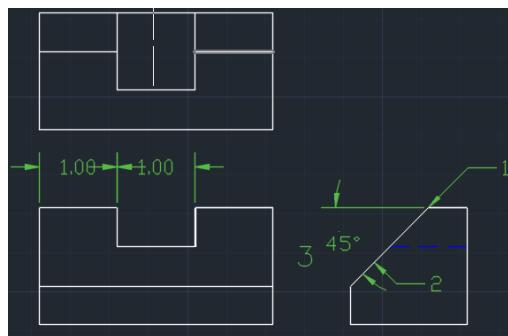

Figura 7.35. Dimnesionare unghiulară.
Dimensiunea unghiulară este adăugată la vederea laterală, ca în Figura 7.35. Observăm că, deoarece precizia pentru dimensiunile unghiulare a fost setată la zero (0) zecimale în stilul MECANIC, valoarea unghiului este afișată la un număr întreg de grade, iar în acest moment comanda Dimension rămâne activă.